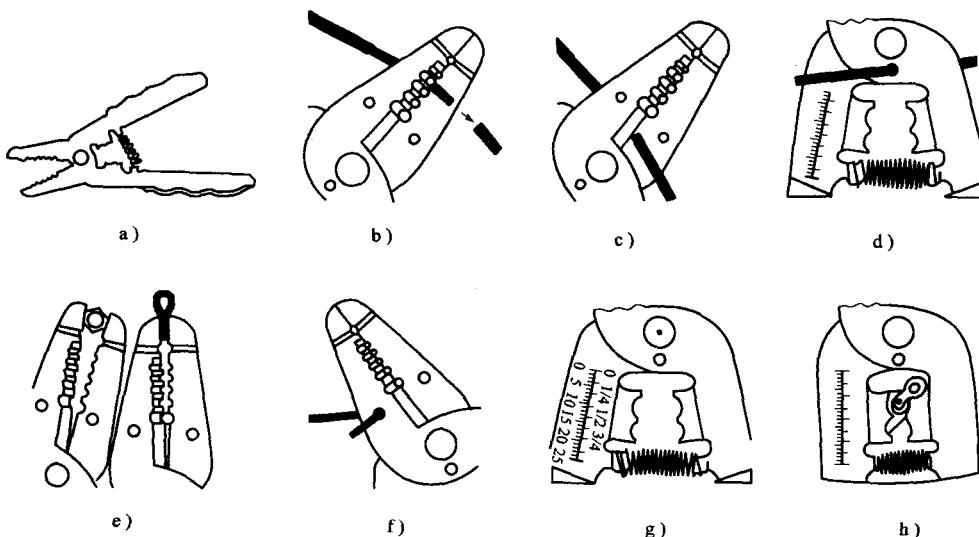

图 1-12 多功能剥线钳的构造及用途
8. 多功能剥线钳 多功能剥线钳又称七合一多功能组合工具，目前有 HS—1041、HS—1042 和 HS—1043 共 3 种型号，它是集剥线器、线剪、钢丝剪、钳子、圈线器、刻度尺、卷压工具和剥线器（附带摩擦刀刃）于一体的多功能工具。多功能剥线钳的构造及用途如图 1-12 所示。